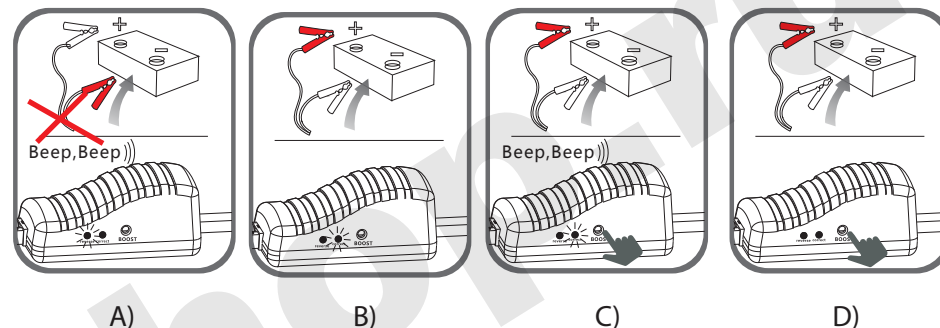

РИС.1
4. Если на блоке защиты силовых проводов (рис.1) горит красный индикатор и выдается звуковой сигнал, значит перепутаны плюсовой и минусовой полюса при подключении к АКБ автомобиля (А). Исправьте соединение в соответствии с пунктом 2.
6. Если зеленый индикатор на блоке защиты не горит, это означает плохое соединение контактов или то, что АКБ автомобиля не исправна (D). Если после проверки соединения контактов зеленый индикатор не загорелся, то переходите далее к пункту 7.